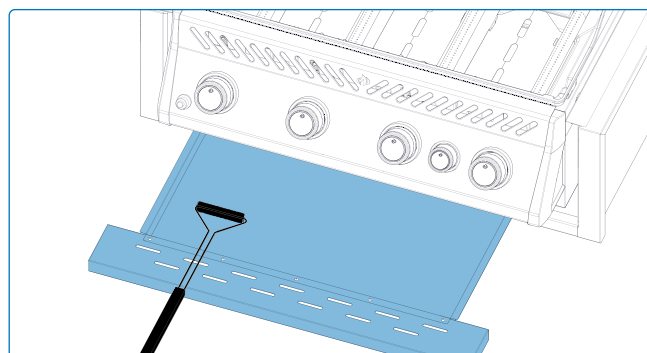

Fig. 12
1. Faites glisser le bac de récupération hors du barbecue pour accéder au bac à graisse jetable ou pour nettoyer le bac de récupération (**Fig. 12**).